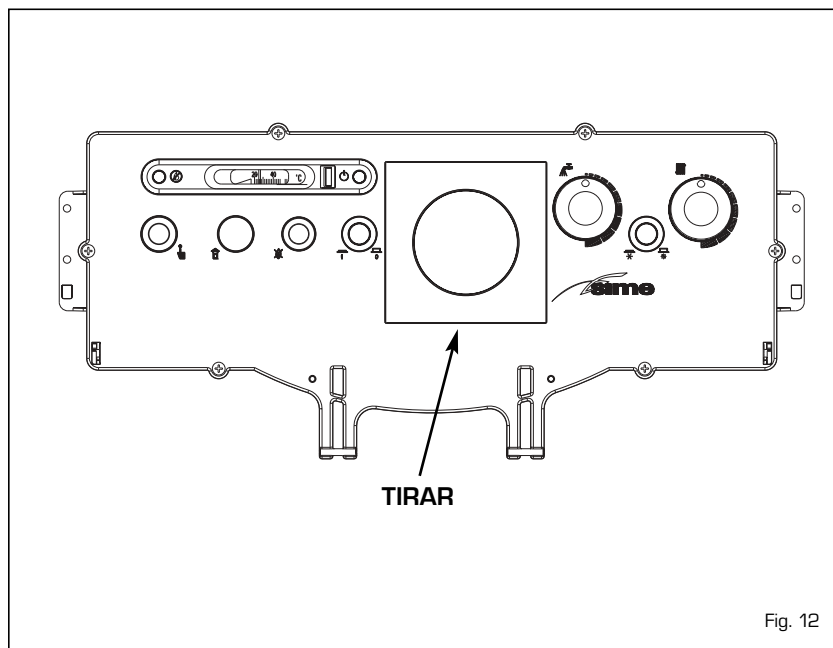

Fig. 12
4.1 CENTRAL RVA 43.222 (opcional) (fig. 12)